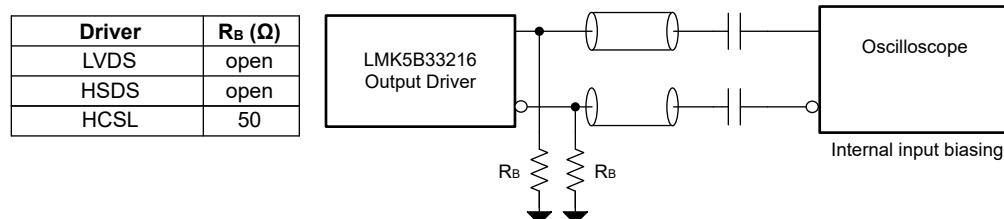

图 3-10. 输出终端建议
- 确保所有必需的输出都安装了适当的终端元件，以匹配所需的输出类型。图 3-10 显示了针对每种输出格式建议的输出终端。